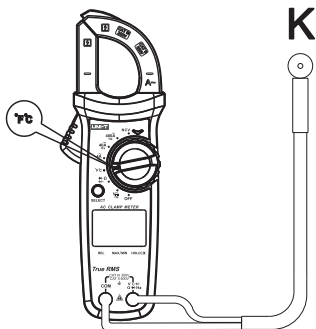

Figura 5
7. Măsurarea temperaturii (doar UT202+) (Figura 5)